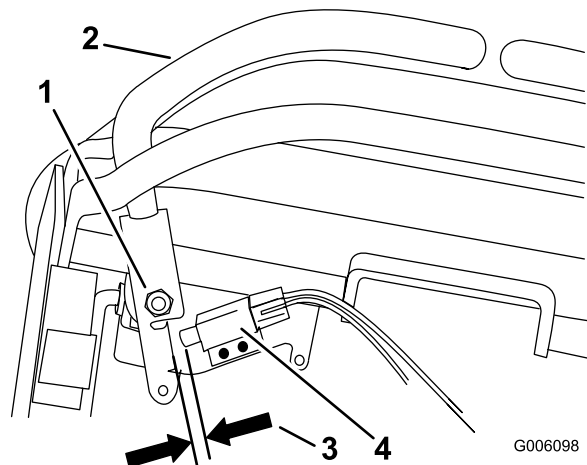

Figure 51
10. Vérifiez l'écartement entre le levier de commande et l'interrupteur comme illustré à la Figure 51. Il doit y avoir un écartement de 3 mm (1/8").